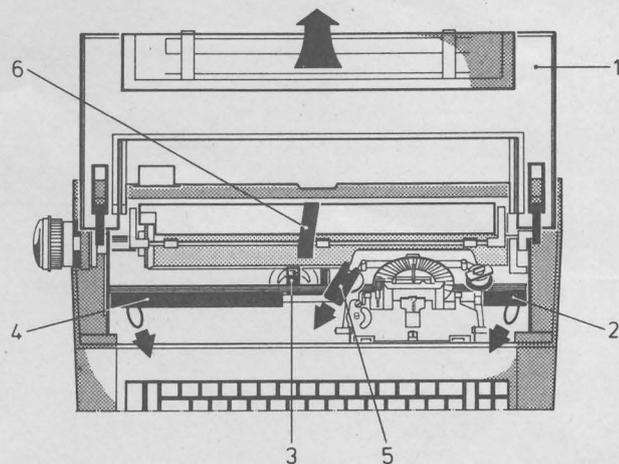

Fig. 1
1. Abdeckhaube (1) öffnen, auf Schreibmaschinen-Zubehörteile achten.
2. Die gelbe Transportsicherung (2) des Typenträgerwagens auf der rechten Seite in Pfeilrichtung herausziehen (Abb. 1).
5. Gelbe Transportsicherung (4) auf der linken Seite in Pfeilrichtung entfernen (Abb. 1).
6. Gelbe Transportsicherung (5) in Pfeilrichtung entfernen.
7. Klebestreifen (6) abziehen.
1. Open ribbon spool cover (1), mind accessories.
2. Remove the yellow transport safety (2) of the typing element on the right side in arrow direction (fig. 1).
5. Remove yellow transport safety (4) on the left side in arrow direction (fig. 1).
6. Remove yellow transport lock (5) in arrow direction.
7. Pull off adhesive tape (6).